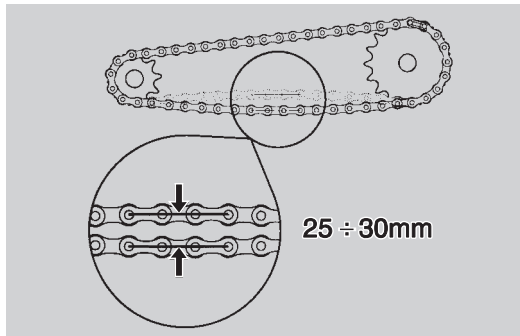

Fig. 31
- contrôler que l'oscillation verticale, en un point intermédiaire entre le pignon et la couronne dans la branche inférieure de la chaîne, soit comprise entre 25 ÷ 30 mm (Fig. 31);